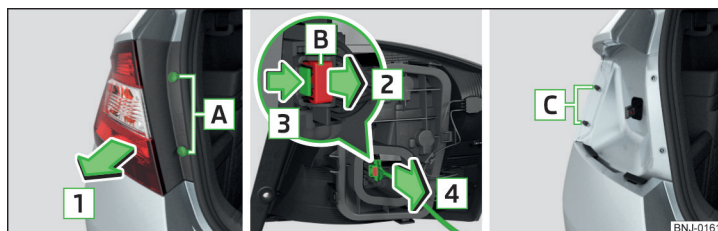
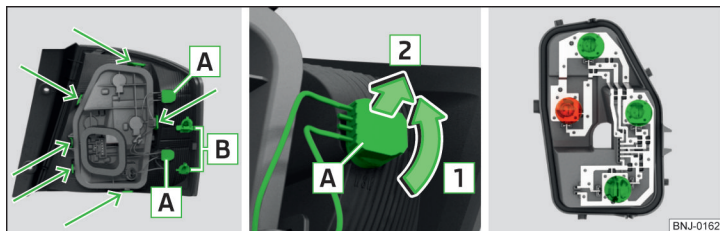

Fig. 195 Demontarea lămpii / scoaterea conectorului
Fig. 196 Partea exterioară a lămpii / Scoaterea becului / Suportul de lampă
- › Prindeți lampa și trageți-o afară cu grijă, în sensul săgeții **1** » fig. 195 din bolțul **C**.
- › Asigurați elementul de blocare în sens contrar săgeții **2** » fig. 195.
➤ Introduceți lampa cu deschiderile **B** » fig. 196 la pagina 197 pe bolțurile **C** » fig. 195 din caroserie.
➤ Rotiți soclul, împreună cu becul cu incandescență **A** în sensul săgeții **1** » fig. 196.
➤ Rotiți soclul, împreună cu becurile **A** în sensul săgeții **1** » fig. 196.
➤ Deblocați suportul lămpii în zonele marcate cu săgeți » fig. 196.